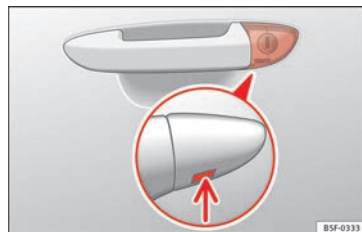

Fig. 3 Manípulo da porta do condutor: canhão da fechadura oculto.
- Introduza o palhetão na abertura inferior da tampa do manípulo da porta do condutor » **Fig. 3** (seta) e levante a tampa para cima.